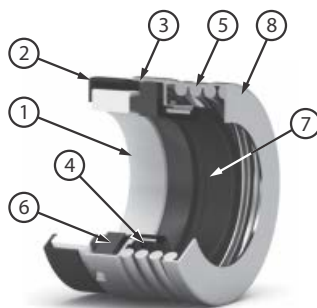

Figura 1: Sello seccionado
Identifique con especial atención todas las partes de la *figura 1*. El anillo (6) y el asiento (1) están pulidos perfectamente, por lo que se deberá tener cuidado de no rayarlos ni ensuciarlos. La limpieza durante el proceso de ensamble es de suma importancia.
3. Instale la porción rotativa del sello sin el resorte. Humedezca la flecha y la parte interior del sello con algo de agua (**no use grasa o aceite**). Con las manos secas y limpias, inserte la porción rotativa hacia la flecha, deslizándola hasta que tope con el asiento estacionario. Una vez que el sello esté en su posición, inserte el resorte (5).